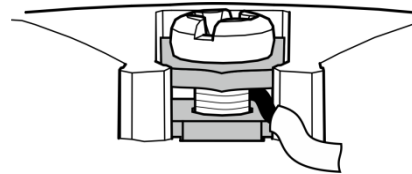

Рисунок 3 – Монтаж провода
- d. Подключить внешние электрические цепи. Провода следует монтировать между пластинами (см. рисунок 3);